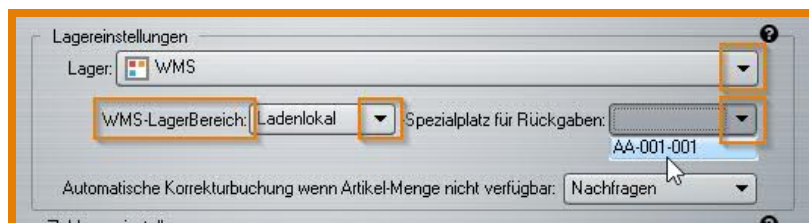

Abbildung 11.18: Zuweisung des Spezialplatzes in LS-POS
1. Es muss in LS-POS ein **Spezialplatz** (Abbildung 11.18) gewählt werden (Typ: *Ladenlokal*) auf dem die Rückgabe- und Korrekturbuchungen stattfinden.